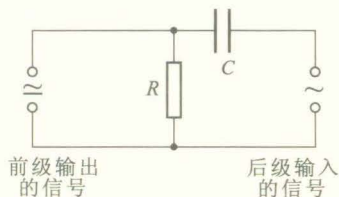

图 2-4-5 隔直电容：直流不能通过电容器 C ，只能经电阻 R 形成回路
在电子技术中，各类信号放大系统中常常需要把交流信号送到下一级，但要求各级之间直流互不干扰。为此，可以在两级电路间串联一个电容器来阻止直流成分通过，如图 2-4-5 所示。具有这种用途的电容器叫隔直电容。
1. 如图 2-4-5 所示，若传输的信号是音频信号时，使用的隔直电容为 C_1 ；若传输的信号是视频信号时，使用的隔直电容为 C_2 。则 C_1 和 C_2 相比，哪个较大？为什么？已知视频信号频率远大于音频信号频率。
2. 如图 2-4-5 所示，经隔直电容 C 后的输入信号中除了有用的信号以外，尚含有无用的高频成分，为去掉无用的高频成分，可以再加一个旁路电容 C' 。
(1) 在图 2-4-5 中画出所加的旁路电容 C' 。
(2) C 与 C' 相比，哪一个较大？为什么？